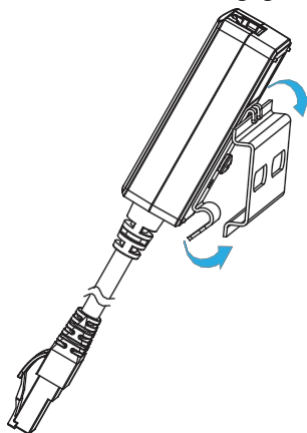

Abbildung 2
2. Montieren Sie den **Networking Isolator**, indem Sie die **Montageplatte** in einem Winkel auf die **DIN-Schiene** setzen, beginnend von oben, und dann gegen die **DIN-Schiene** drücken. (Abbildung 2)